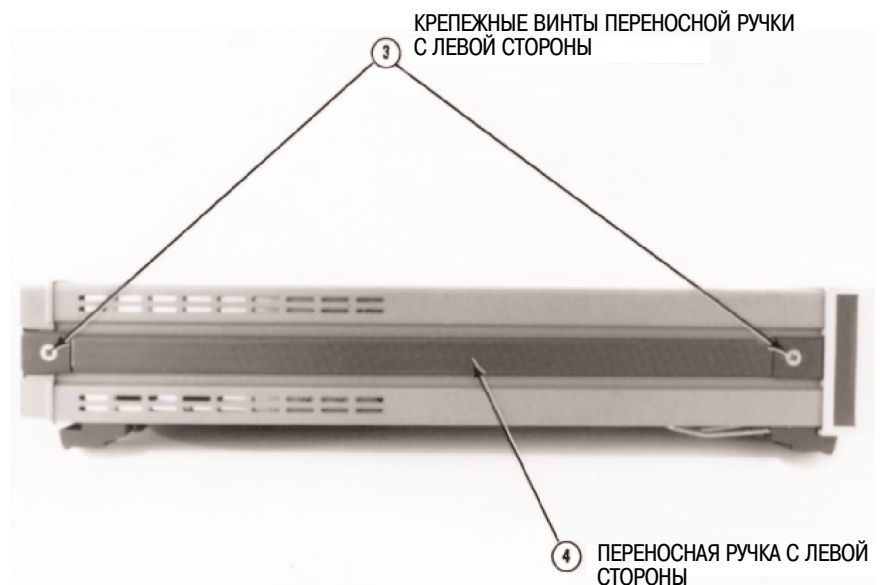

Рисунок 36 - Левая сторона мультиметра 3458А
5. См. рисунок 36. Повернуть прибор левой стороной к себе.
8. См. рисунок 36. Установить на место левую переносную ручку. Отверткой #1 Pozidriv завернуть крепежные винты переносной ручки.